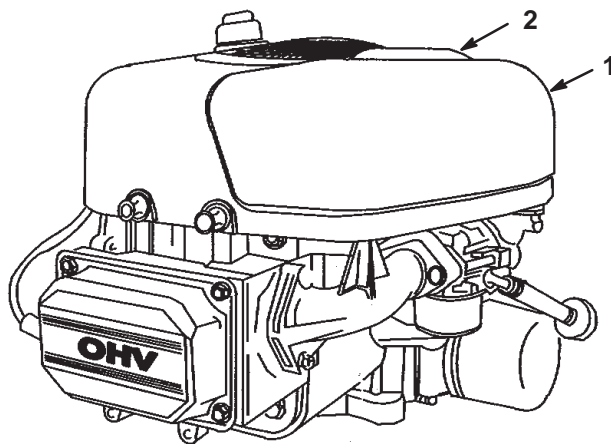

Bild 23
3. Reinigen Sie den Bereich um den Luftfilter herum, um zu verhindern, dass Schmutz in den Motor fällt und Schäden verursacht. Ziehen Sie den Griff an der Luftfilterabdeckung hoch und drehen Sie ihn in Richtung des Motors (Bild 23). Entfernen Sie die Luftfilterabdeckung.